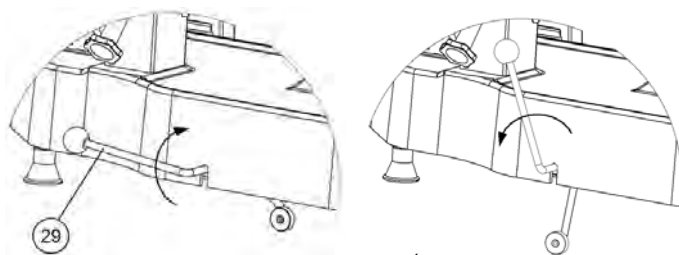

FIG 14. PALANCA DE ELEVACIÓN
Estire la manija de elevación (29) para inclinar la rebanadora (Ver fig. 14). Limpie todos los componentes debajo de la maquina con un trapo húmedo.